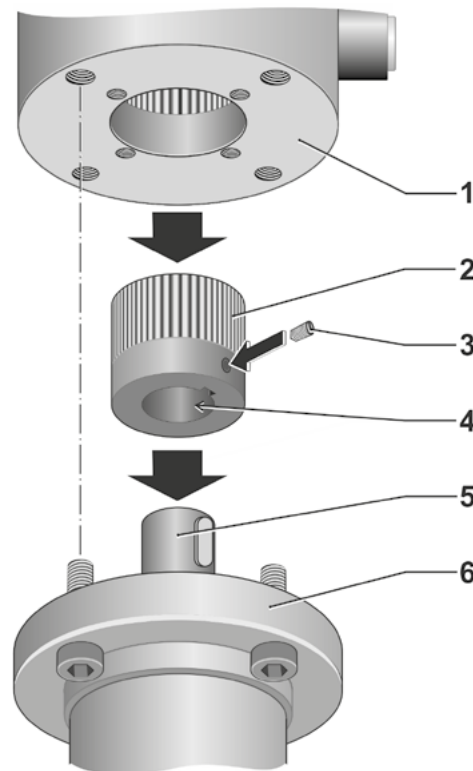

Fig. 1: Montering med kobling
3. Sett part-turn aktuatoren (fig. 1, pos. 1) på ventilen (pos. 6):